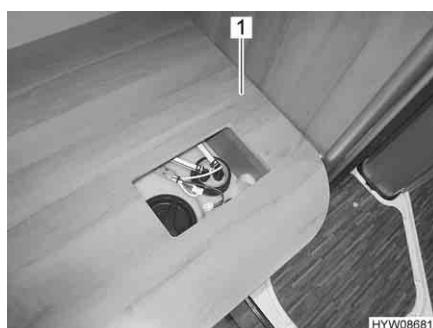
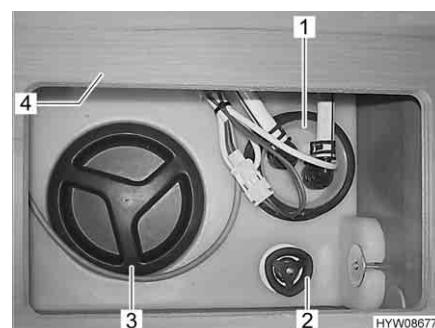

Fig. 78 Ubicazione del serbatoio dell'acqua
Fig. 79 Serbatoio dell'acqua
Il serbatoio dell'acqua è installato nella cassapanca del letto a sinistra (Fig. 78,1 e Fig. 79,4).
- Tramite questa apertura di servizio è possibile accedere alla pompa dell'acqua (Fig. 79,1), alla maniglia girevole (Fig. 79,2) e all'apertura per la pulizia (Fig. 79,3).